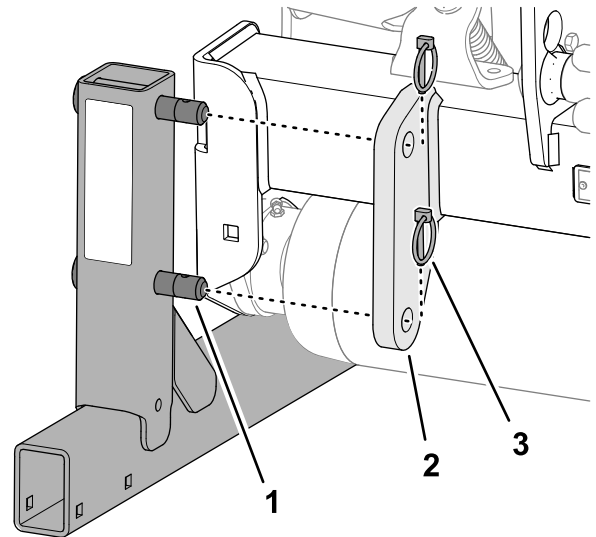

Figure 44
1. Insérez la goupille du support de rangement dans les trous de la patte du support sur le cadre d'attelage (Figure 44).
2. Fixez la goupille du support de rangement sur la patte du support à l'aide des 2 goupilles à anneau (Figure 44).